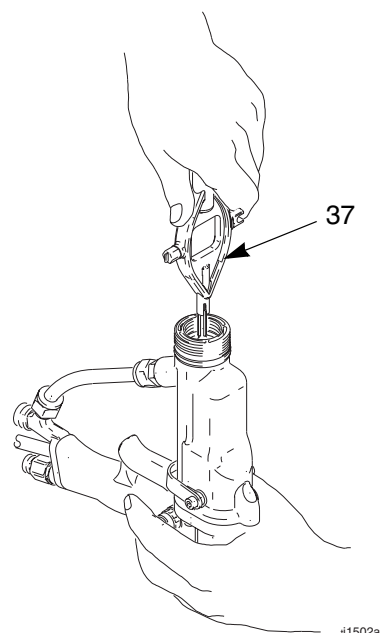

Fig. 12. Cambio del electrodo
3. Desenrosque el electrodo (29) con la herramienta multiusos (37). Sujete el extremo de la varilla prensaestopas (26h) para evitar que gire. Vea Fig. 12.